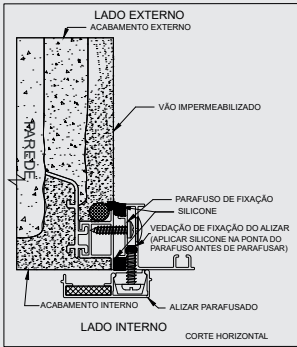

Figura 16 - Posicionamento Maxim Ar no contramarco com alizar parafusado
- f) Instalar os alizares. (se aplicável) (Conforme Figura 16).